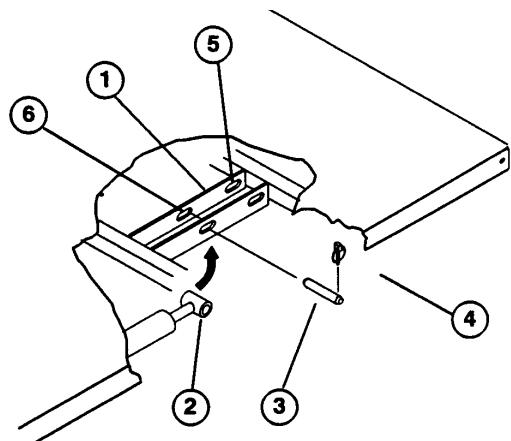

Figure 9
- Le plateau étant abaissé, fixer l'extrémité de chaque tige de vérin dans les fentes appropriées des plaquettes de montage du plateau, au moyen d'un axe de chape et d'une clavette. Introduire l'axe par l'extérieur et diriger la clavette vers l'extérieur (Fig. 9). Les fentes arrière sont prévues pour l'installation d'un plateau 3/3 et les fentes avant pour un plateau 2/3.